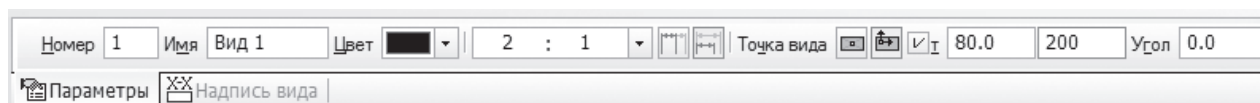

Рис. 89
2. Сформировать *Вид 1* (М 2:1, точка вида 80, 200) (рис. 89).